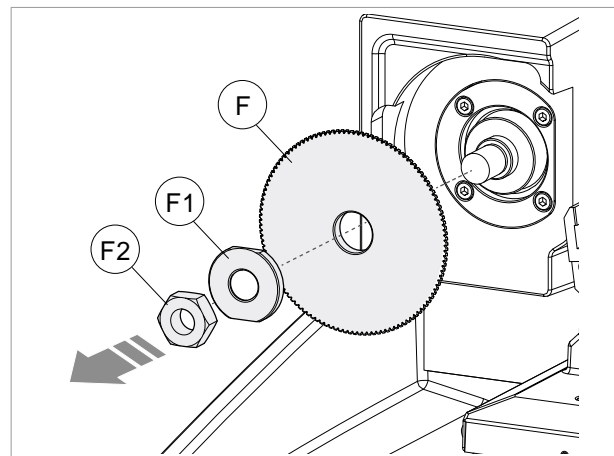

Fig. 147
- 5) Verwijder de moer (F2), het zeshoekige ringetje (F1) en de frees (F) (Fig. 147).
- 7) Plaats de nieuwe frees (F) in de juiste rotatiezin.